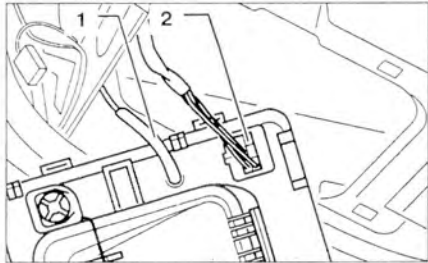

Рис. 9.36. Отсоедините трубку 1 для регулятора угла наклона фар и разъем проводки 2.
3. Отсоедините трубку 1 для регулятора угла наклона фар и разъем проводки 2 (рис. 9.36).
4. Присоедините вакуумную трубку 1 к вакуумному тестеру V.A.G 1368 (рис. 9.36).